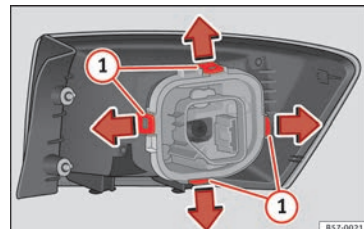

Abb. 111 Befestigungsglaschen Rückseite Heckleuchte.
7. Bauen Sie den Lampenträger » **Abb. 111** aus, indem Sie die Befestigungsglaschen ① entriegeln.